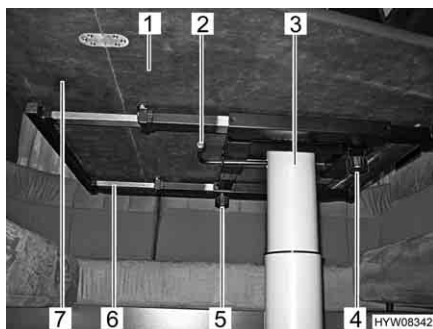

Fig. 59 Tavolo rialzabile
- Svitare la vite a testa cilindrica zigrinata (Fig. 59,4).
- Spingere il piano del tavolo (Fig. 59,1) nella posizione desiderata.
- Svitare la vite a testa cilindrica zigrinata (Fig. 59,5).
- Ruotare la leva (Fig. 59,2) al di sotto del piano del tavolo (Fig. 59,1) di 180° in senso antiorario. Il meccanismo di sollevamento nel piede del tavolo (Fig. 59,3) viene sbloccato.
- Ruotare la leva (Fig. 59,2) al di sotto del piano del tavolo (Fig. 59,1) di 180° in senso antiorario. Il piano del tavolo va automaticamente verso l'alto fino al fine corsa.
Per consentire un migliore accesso ai sedili aggiuntivi o al letto in coda, è possibile ribaltare verso il basso una parte del piano del tavolo (Fig. 59,7).
- Sollevare leggermente la parte laterale del piano del tavolo (Fig. 59,7) e tenerla ferma in questa posizione.
- Afferrare la parte centrale della traversa di collegamento delle guide di appoggio (Fig. 59,6) e spingerla fino all'arresto in direzione del centro del tavolo, avendo cura di spostarla simmetricamente rispetto alle guide.
- Sollevare la parte laterale del piano del tavolo (Fig. 59,7) e tenerla ferma in questa posizione.
- Afferrare la parte centrale della traversa di collegamento delle guide di appoggio (Fig. 59,6) e sfilarla fino all'arresto in direzione del lato esterno del tavolo, avendo cura di spostarla simmetricamente rispetto alle guide.